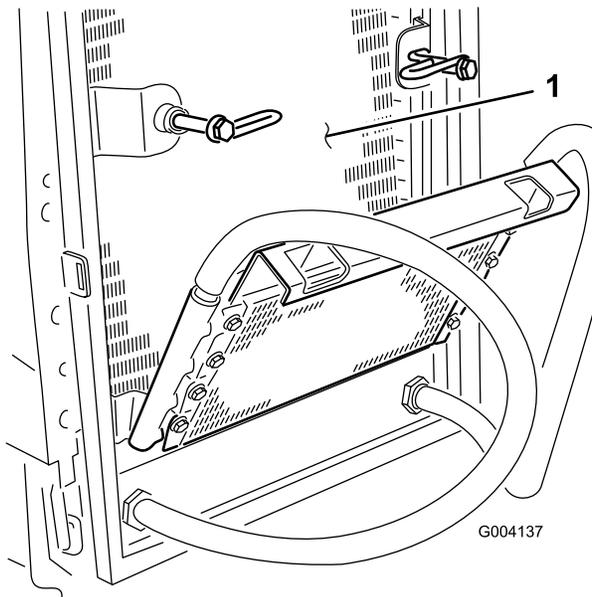

Figure 59
6. Nettoyez soigneusement les deux côtés du refroidisseur d'huile et du radiateur (Figure 59) à l'air comprimé.